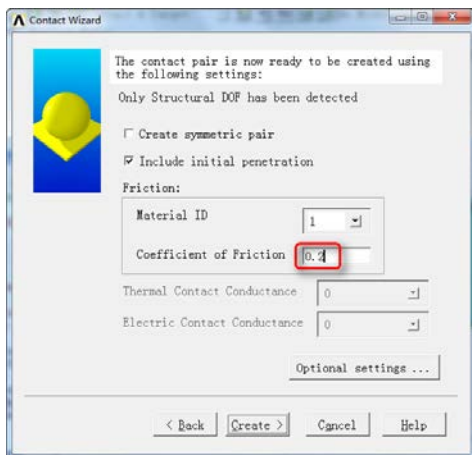
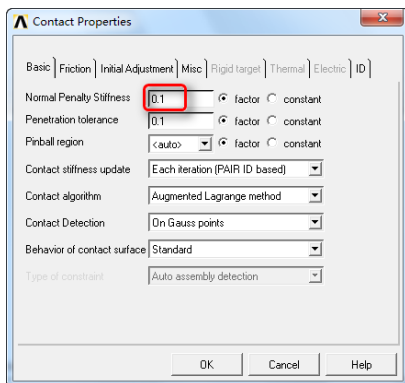
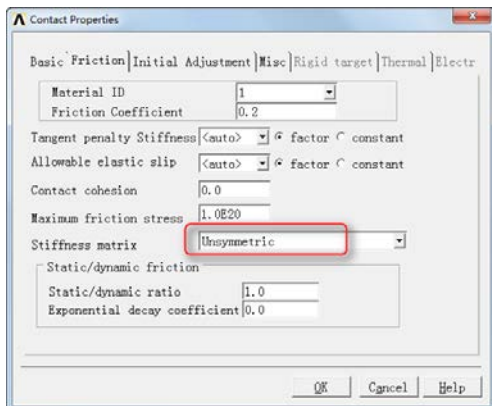

图 11-32 定义接触面性质对话框
图 11-33 “Contact Properties”对话框
图 11-34 “Friction”标签
③设置接触面: 又弹出“Contact Wizard”对话框,如图 11-32 所示,在“Coefficient of Friction”后面输入 0.2,单击“Optional settings”按钮,弹出如图 11-33 所示的对话框,在“Normal Penalty Stiffness”后面输入 0.1。单击“Friction”标签,选择“Stiffness matrix”后下拉列表中的“Unsymmetric”,如图 11-34 所示。单击“OK”按钮。